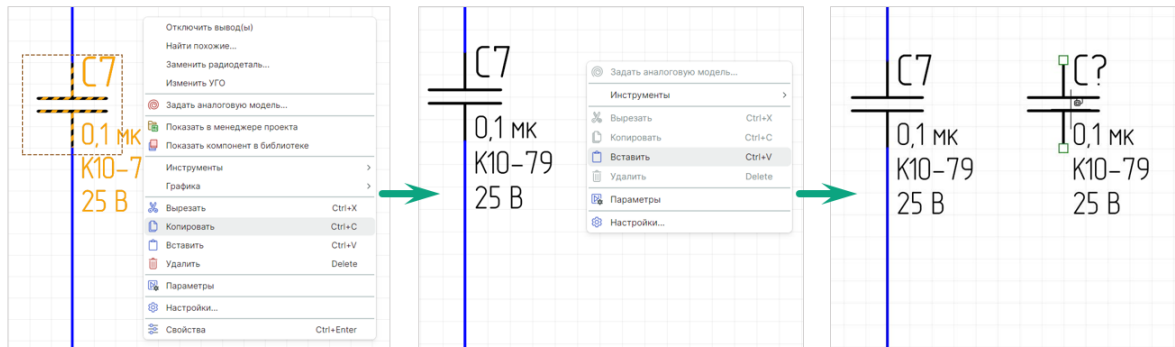

Рис. 215 Копирование и вставка объекта на схеме
- Перейдите на свободное место листа схемы и в контекстном меню выберите пункт «Вставить» или воспользуйтесь сочетанием клавиш «Ctrl+V», после чего скопированный объект будет размещен, см. Рис. 215.